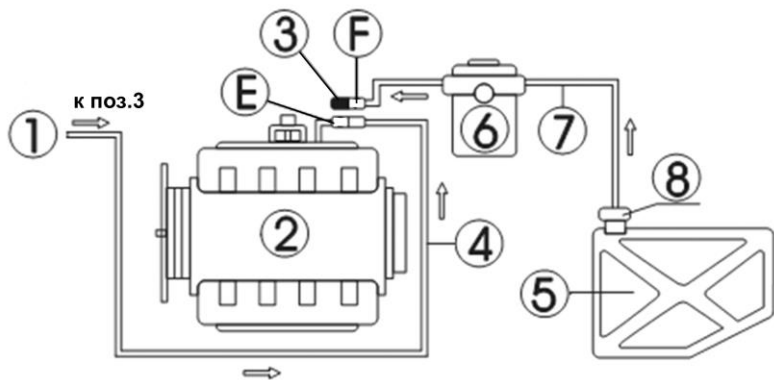

Рис.5.16
- 1) Отсоедините шланги подачи топлива (Е, F) топливной системы двигателя (при снятии соединителя оберните его куском ткани), и затем подберите подходящий соединитель и подключите его к концу шланга Е, другой конец подсоедините к подающему шлангу стенда. Подвесьте шланг слива топлива. См. рис.5.16.
- 2) Перекройте другой конец отсоединенного шланга (F) заглушкой, (используйте в том случае, если топливный насос имеет функцию возврата топлива) или снимите предохранитель топливного насоса, или отсоедините кабель питания топливного насоса.